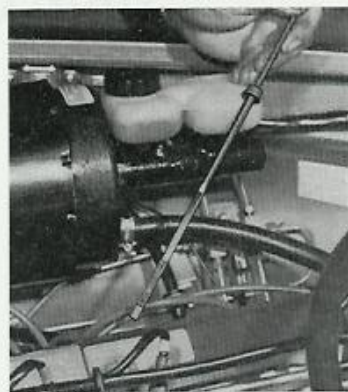

Bild 43. Oljemätsticka
1. Kontrollera att oljenivån i motorn ligger mellan max.- och min.-strecken på mätsticken (bild 43).